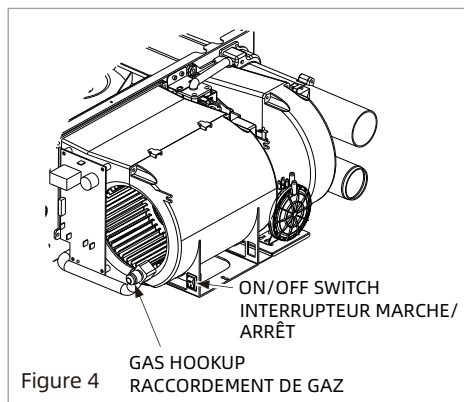

Figure 4
16. Vérifiez que l'interrupteur à bascule situé au-dessus du ventilateur est en position «ON». , comme illustré à la Figure 4.